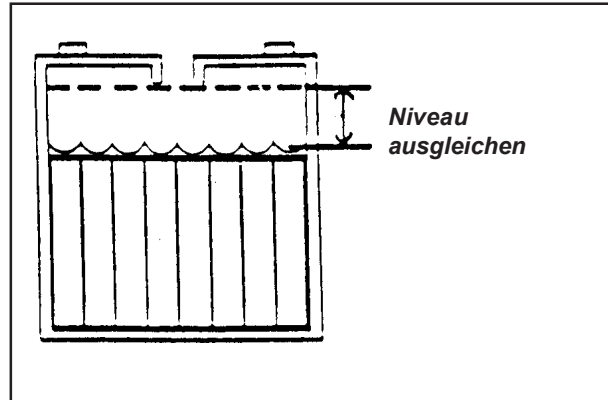

Abb. 14
1. Halten Sie den Elektrolyten auf dem korrekten Stand. Der korrekte Stand ist zwischen  $\frac{1}{4}$  Zoll unter der Unterseite des Rohres in jeder Zelle und oberhalb der Abdeckung der Platten. Überprüfen Sie den Stand des Elektrolyten jedesmal, wenn Sie die Batterien aufladen. Siehe Abb.14.